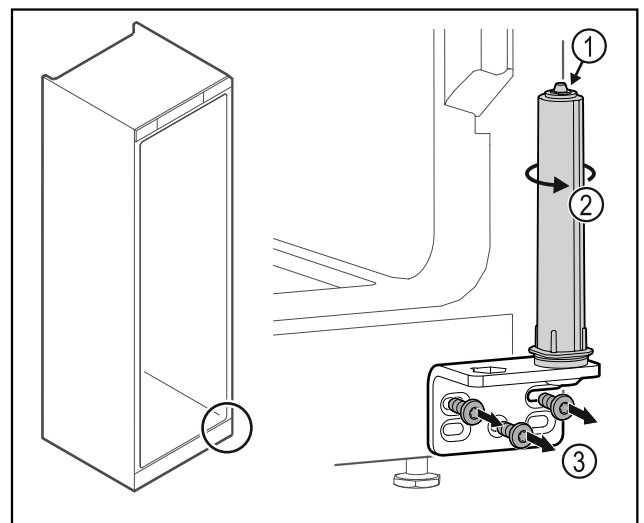

Fig. 41
- Türschließsystem Fig. 41 (1) nicht zerlegen.
- Schließsystem Fig. 41 (2) drehen, bis es klickt.
- Scharnierwinkel Fig. 41 (3) abschrauben.